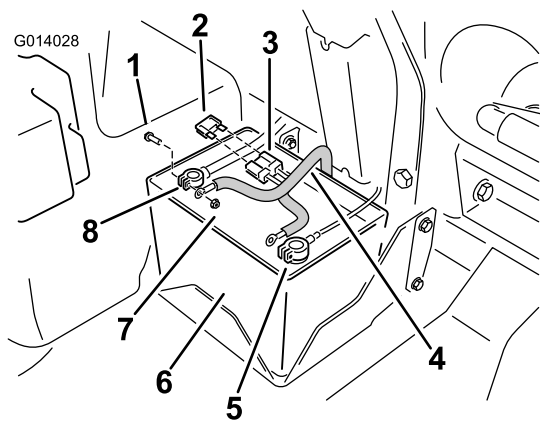

Bild 17
4. Schließen Sie den roten Plusringpol am elektrischen Kabelbaum an der Befestigung am roten Batteriekabel an (Bild 17).
- Schließen Sie den schwarzen Minusringpol am Minuskabel der Batterie an (Bild 17).
- Setzen Sie die Sicherung an der Batterie in den offenen Anschluss im Kabelbaum ein (Bild 17).